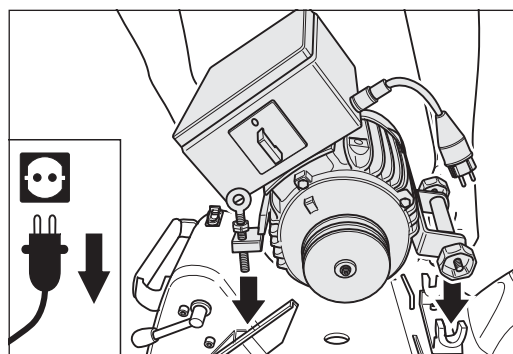

Abb. 62 Den Motor in den Motorlagerbock einsetzen.
- 5 Setzen Sie den Motor in den Motorlagerbock ein (Abb. 62) und legen Sie die beiden Motormuttern **leicht an** (Abb. 63).